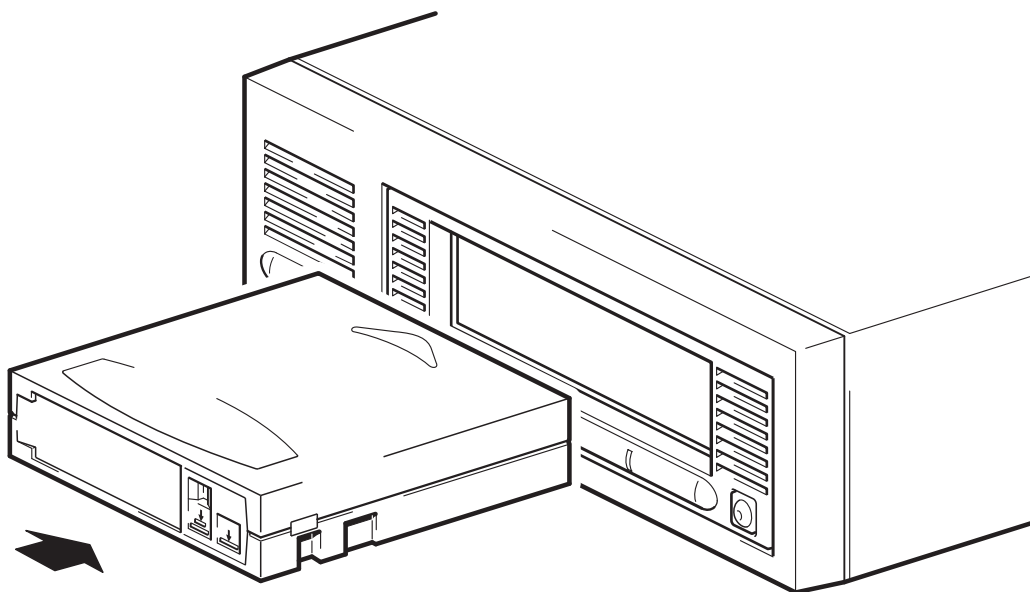

Figure 7a : chargement d'une cartouche DLTape
- 1 Introduisez la cartouche dans son logement à l'avant du lecteur, en l'orientant comme indiqué Figure 7a. Appuyez doucement sur la cartouche jusqu'à ce qu'elle soit happée et chargée par le lecteur (l'étiquette et la languette de protection en écriture se trouvent à l'arrière de la cartouche).